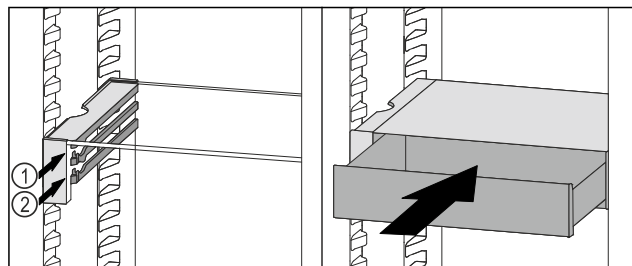

Fig. 119
- ▶ Встановити висувний ящик VarioSafe за стопорами на потрібне ребро Fig. 119 (1) або Fig. 119 (2).